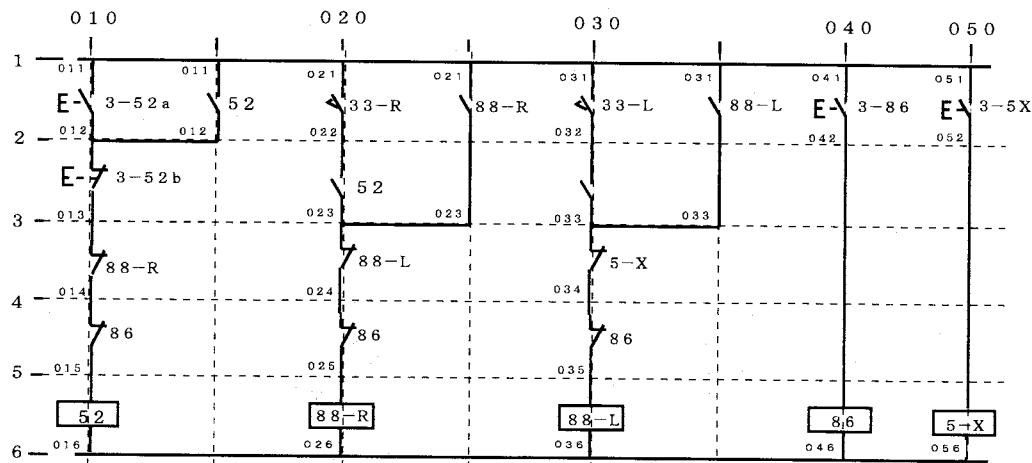
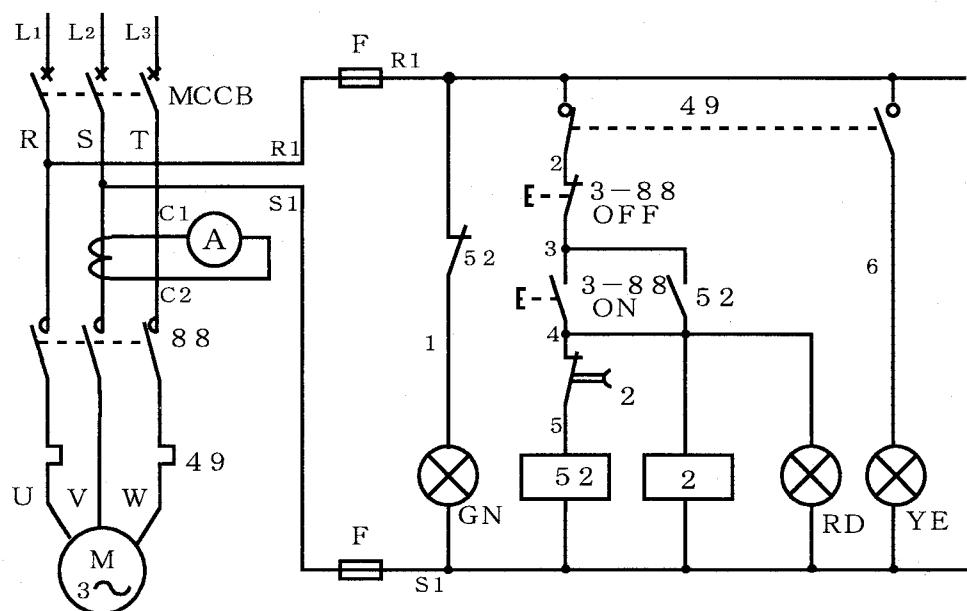

図3-31 地番制による線番号（同一端子は同一線番号とする）
図3-33 通し番号による線番号
この線番号のつけ方にはいろいろある。その代表例を図3-31～図3-33に示す。
(例えば図3-31の52のコイルとスイッチを接続する線は、X軸上の点が010で、Y軸上の点が5であるから線番号を015とする。)
- b) ただし、違う場所でも先に決めた線番号が同じ端子に接続される場合は、同一線番号とする。(図3-31で線番号012などのような線)